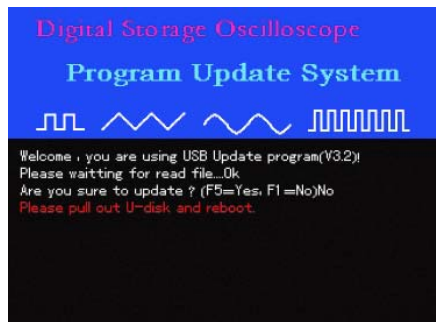

图5-15
10、在升级时，读取程序升级包信息，并判断正确后，想中止升级，根据升级引导界面提示，按 F1，退出升级系统，将出现图5-15所示，提示“用户中止程序升级，请拔掉U盘，重启示波器”。